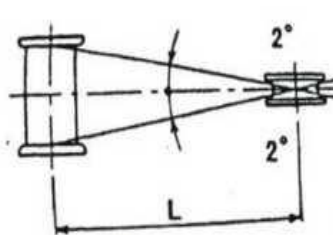

Рис. 5
- Для того, чтобы перетаскивать грузы на короткие расстояния, необходимо выполнить следующие требования (см. таблица 3, рисунок 5)